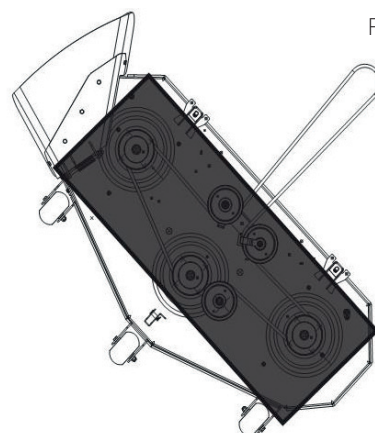

Рис. 18
- Произведите чистку верхней поверхности режущей деки, под кожухами приводного вала и вокруг приводного ремня (рис. 18).